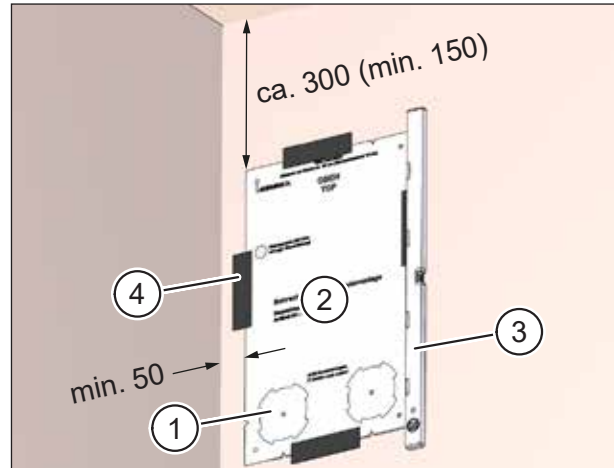

Abb. 16: Position der Kernlochbohrungen markieren
- ▶ Drücken Sie die vorgestanzten Ausschnitte (Pos. 1 in Abb. 16) für die Kernlochbohrungen aus der Bohrschablone.
- ▶ Setzen Sie die Bohrschablone (Pos. 2 in Abb. 16) am Montageort an der Innenwand an.
- ▶ Richten Sie die Bohrschablone mit der Wasserwaage (Pos. 3 in Abb. 16) aus.
- ▶ Fixieren Sie die Bohrschablone mit Klebeband (Pos. 4 in Abb. 16).